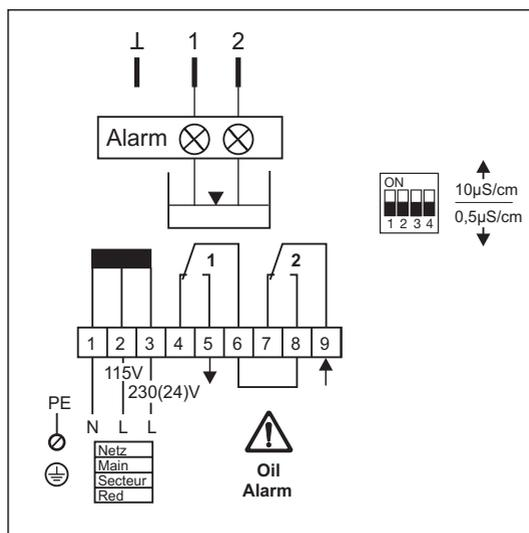

Fig. 8
2. Vérifiez si l'alarme de niveau d'huile est raccordée conformément au schéma (**Fig. 8** page 16) et établissez l'alimentation électrique.